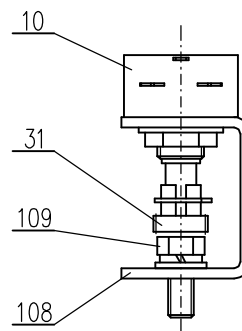

Рис. 8 – Узел датчика
Передаточное устройство сконструировано как самостоятельная монтажная единица. Оно образовано многоходовой понижающей передачей. К зацеплению подключается при помощи входного зубчатого колеса (12). Выход представляет эксцентрик (15) для приведения в движение устройства датчика и двойное зубчатое колесо (14), рис. 3, для приведения в движение позиционного и сигнального устройства. Движение переносится с эксцентрика коробки передач (15) через рычажный механизм (27), (28), рис. 3, на гребенной привод (30), (31) датчика (10), рис. 8.